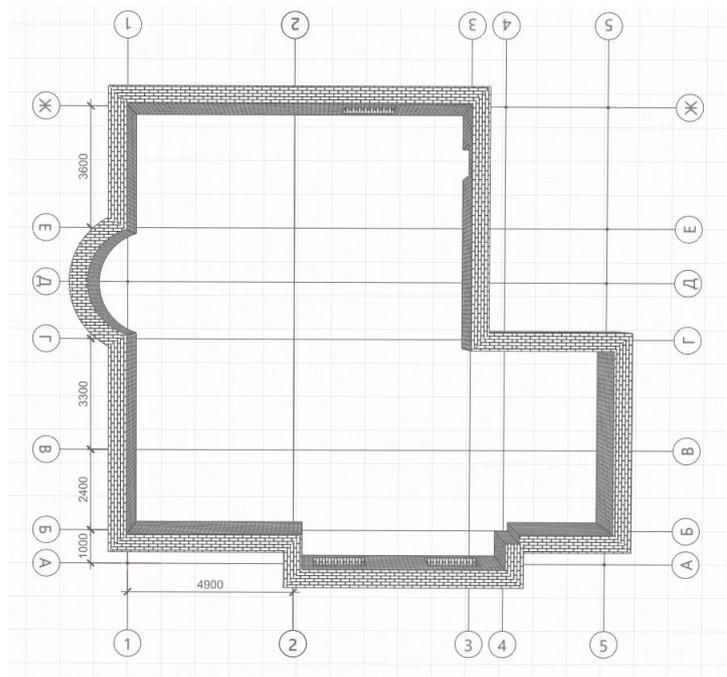

Рис. 23 Построение дуговой стены
5. Построим дуговую стену. Выберем новый способ построения **Дуга по трем точкам** . Укажем первую точку стены на пересечении осей **1 и Г**, укажем вторую точку на пересечении осей **1 и середины оси Д** и третью - на пересечении осей **1 и Е** (рис. 23)